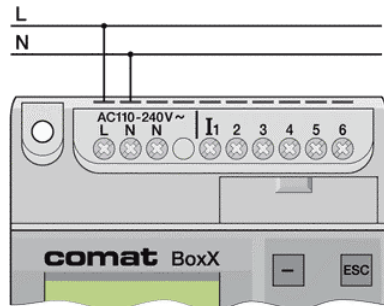

Fig. 2.5 Alimentation AC
3. La figure 2.5. montre le raccordement de l'alimentation des versions AC et la figure 2.6. le raccordement de l'alimentation des versions DC.